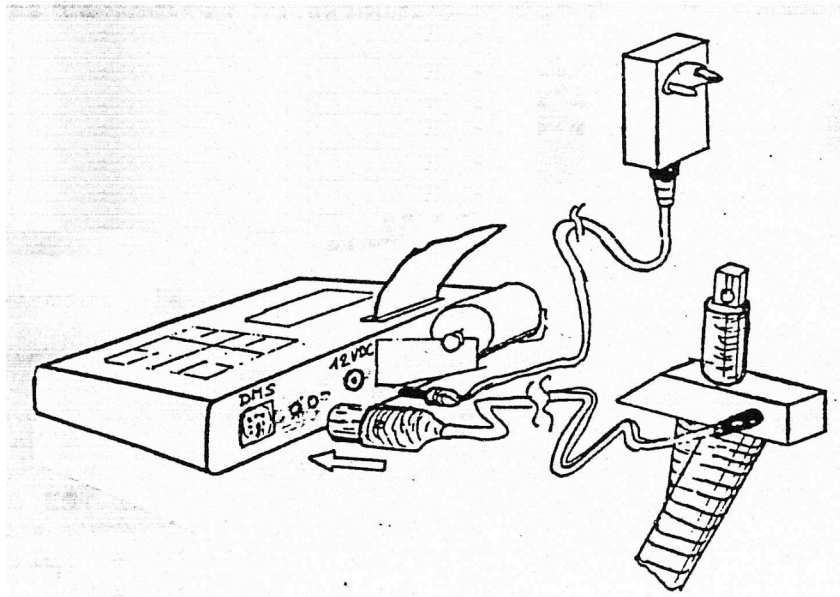

Abbildung 4
2.1 Den Stecker der Sensoren an dem künstlichen Fuss an der Rückseite des Elektronikgehäuses befestigen, wie aus der Zeichnung in Abbildung 4 hervorgeht.